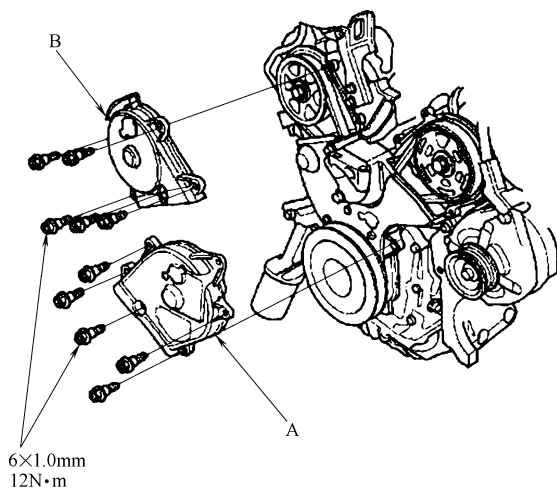

图 23-18 安装前部上盖 A 和后部上盖 B
- 12) 按照图 23-18 所示, 安装前部上盖 A 和后部上盖 B。